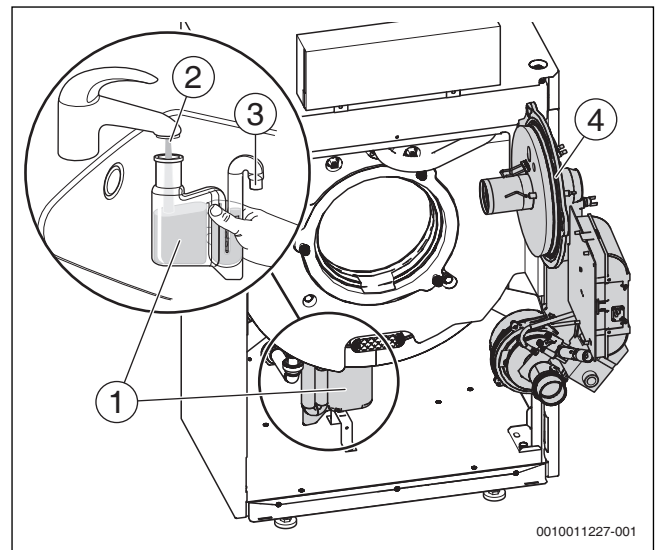

Bild 76 Siphon reinigen
- ▶ Vor Brennermontage den richtigen Sitz des O-Rings (→ Bild 76, Seite 43[4]) überprüfen und ggf. korrigieren.